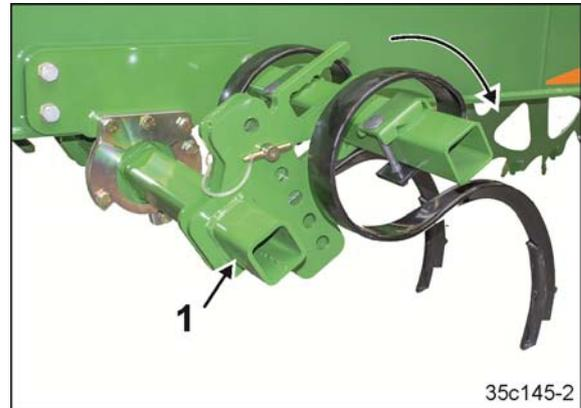

Fig. 212
1. Traktorspurlockerer in Arbeitsstellung schwenken (Fig. 212/1):
1. Traktorspurlockerer in Transportstellung schwenken (Fig. 212/1):